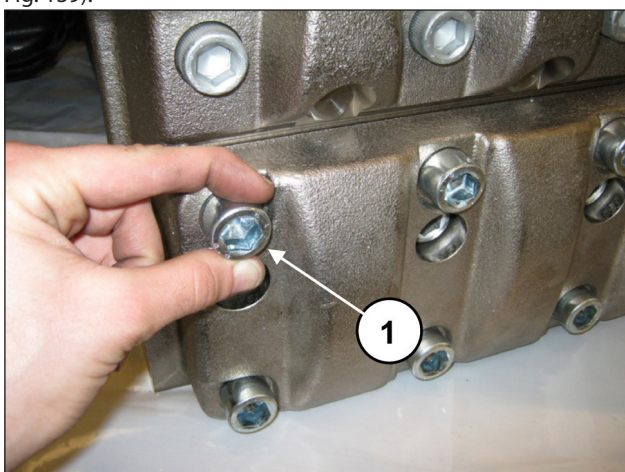
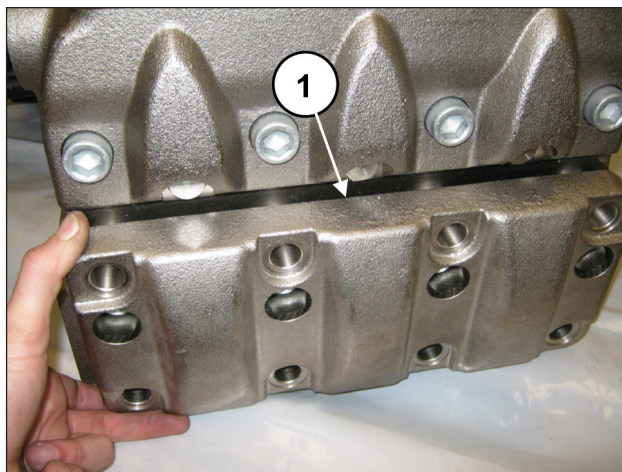

Fig. 138
Fig. 139
Dévisser les 8 vis M18x65 du couvercle de soupapes d'aspiration (rep. ①, Fig. 138) et déposer le couvercle (rep. ①, Fig. 139).